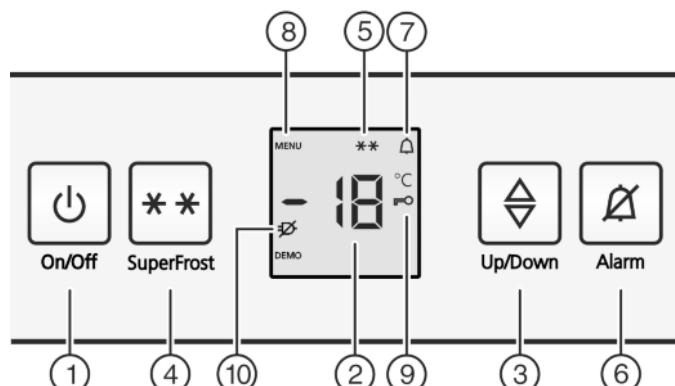

Fig. 2
- Натисніть клавішу On/Off. Fig. 2 (1).
- Вмикання режиму настройки: натисніть кнопку SuperFrost Fig. 2 (4) і утримуйте її приблизно 5 секунд.
- ▷ На індикаторі відображається символ «Меню» Fig. 2 (8).
- Для підтвердження натисніть і відпустіть клавішу SuperFrost Fig. 2 (4).
- ▷ На індикаторі світиться символ «Захист» Fig. 2 (9).
- натисніть і відпустіть клавішу «On/Off» Fig. 2 (1).
- ▷ Символ функції захисту Fig. 2 (9) гасне.
- натисніть сигнальну клавішу Alarm Fig. 2 (6).
Одночасно блимає індикатор температури та символ звукового сигналу Fig. 2 (7).
Звукове попередження вимикається автоматично, символ звукового попередження Fig. 2 (7) вимикається, індикатор температури перестає блимати, коли температура достатньо низька.
- натисніть сигнальну клавішу *Alarm* *Fig. 2 (6)*.